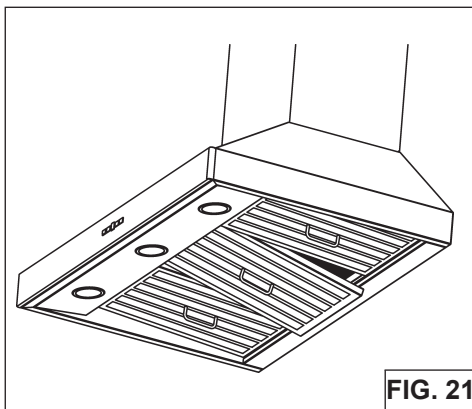

FIG. 21
1. Pour retirer le filtre à GRAISSE, (Fig.21) pousser le filtre vers l'avant pour qu'il efface le canal du filtre, puis tirez sur la poignée pour dégager le filtre de la hotte. Inclinez le filtre vers le bas et la retirer.